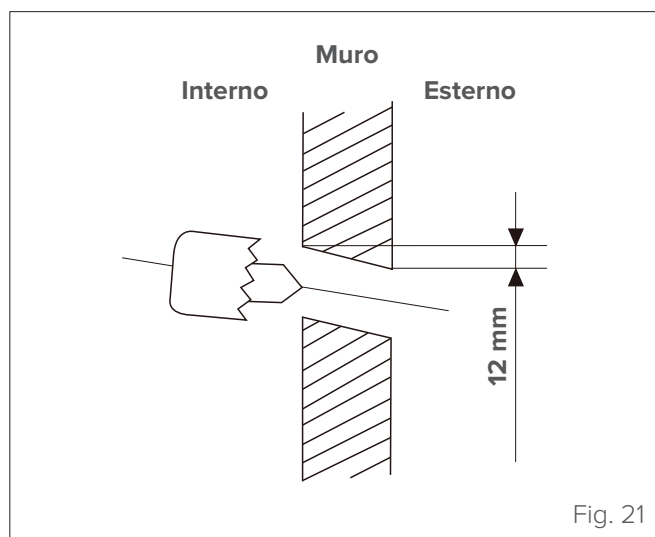

Fig. 21
- 1 Determinare la posizione del foro nella parete in base alla posizione dell'unità esterna. Il foro nella parete dovrà avere un diametro minimo di 65 mm e una leggera inclinazione verso il basso per facilitare il drenaggio (vedere "Fig. 21").